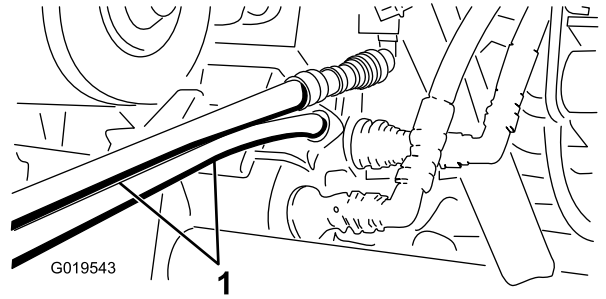

Figura 75
- Na outra máquina, ligue as duas mangueiras ao acoplador que ainda se encontra no suporte de acoplamento (ligue a mangueira superior ao acoplador superior e a mangueira inferior ao acoplador inferior) (Figura 75).